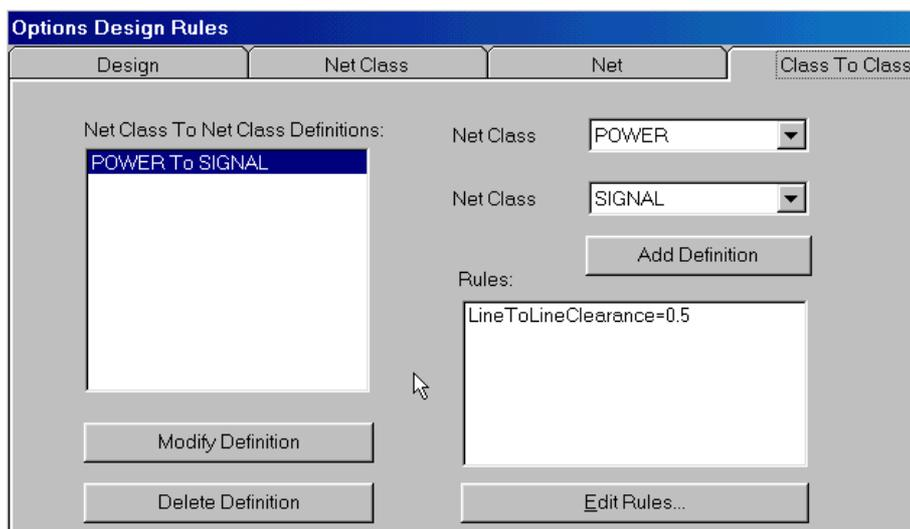

Рис. 6-27 Задание соотношений между классами
2) В окнах *Net Class* выберите из списка имена классов, как показано на рис. 6-27 и нажмите кнопку **Add Definition** (добавить определение).